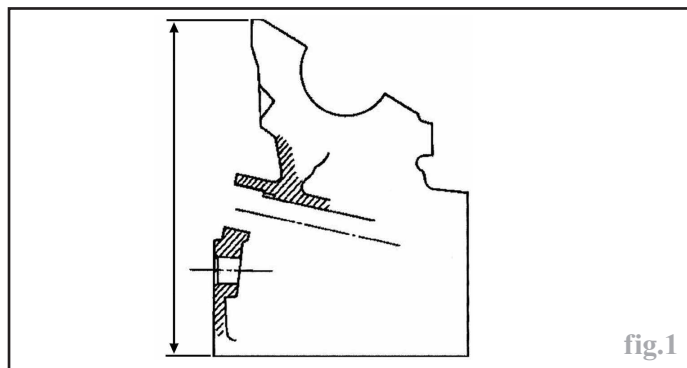

fig.1
- Hauteur nominale (fig.1) : **162,75 ± 1,75 mm**.